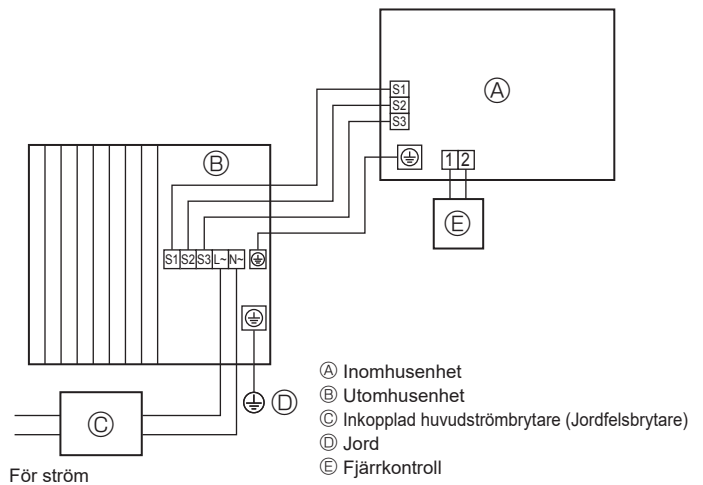
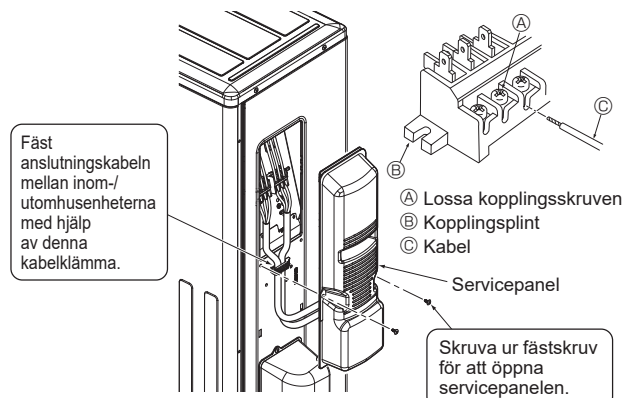

Fig. 6-1
Fig. 6-3
6.1. Utomhusenhet (Fig. 6-1, Fig. 6-2, Fig. 6-3)
① Avlägsna servicepanelen.
② Anslut kablar med hänvisning till Fig. 6-1, Fig. 6-2, och Fig. 6-3.